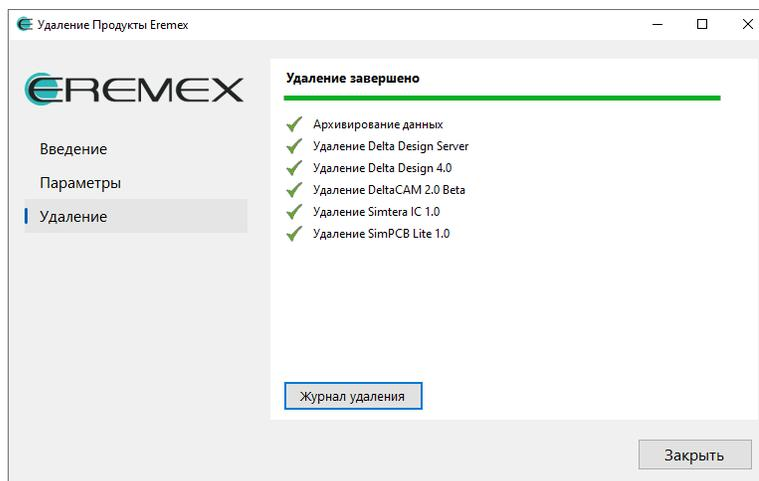

Рис. 12 Завершение удаления
4. Дождитесь завершения процедуры удаления и нажмите «Заккрыть», см. Рис. 12.